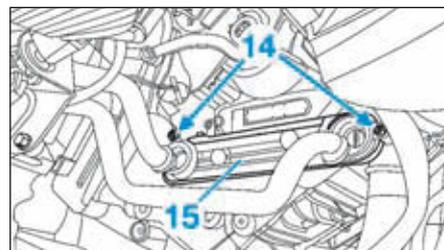

FIG.31
- les vis (14) du cache radiateur de chauffage (Fig.31),
- le cache radiateur de chauffage (15).